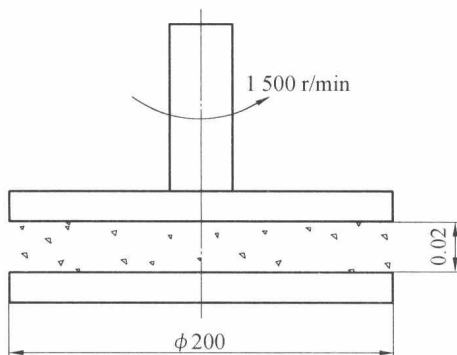

图 2.3 例题图 3
3. 图 2.3 所示为一直径为 200 mm 可转动的圆盘,其与固定圆盘端面之间的间隙为 0.02 mm,其间隙中充满油液,油液的运动黏度 $\nu = 32 \times 10^{-6} \text{ m}^2/\text{s}$,密度为 900 kg/m^3 ,当圆盘以 1 500 r/min 的转速旋转时,试求驱动圆盘转动所需的转矩。